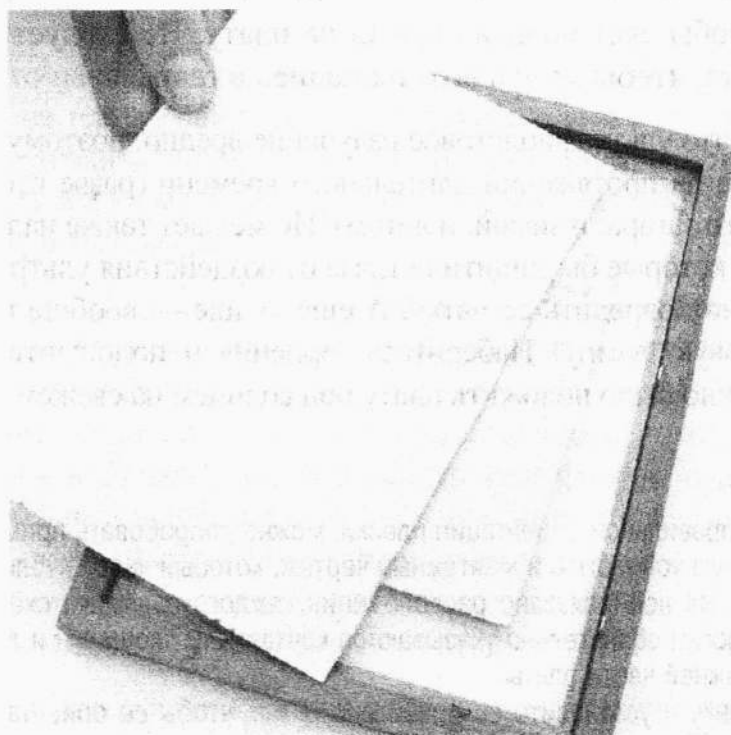

Рис. 12.4. Для надежной фиксации пленки с изображением топологии на плате используйте рамку или специальный держатель
2. Положите на плату свою прозрачную пленку с изображением и вставьте их вместе в держатель, как показано на рис. 12.4.